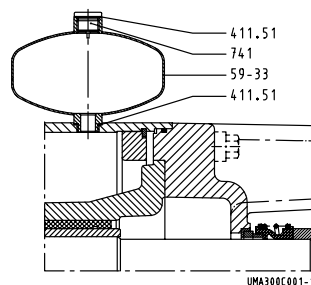

Fig. 13 Mise en place des réservoirs d'eau sur les moteurs UMA 300D et 14D.
- Mettre les réservoirs d'eau avec des joints neufs en place dans les alésages, voir fig. 13.